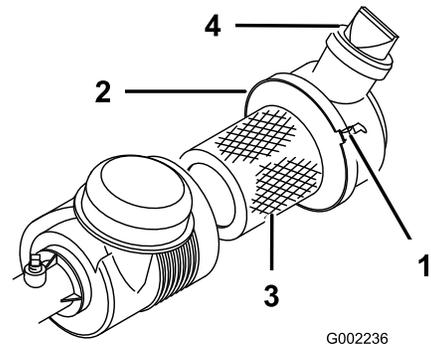

Figura 39
Inspeccione la carcasa del limpiador de aire por si hubiera daños, que podrían causar una fuga de aire. Compruebe que el tapón anti-polvo está firmemente sellado contra el limpiador de aire. Cambie la carcasa del limpiador de aire si está dañada. Apriete la válvula (Figura 39) antes de cada uso para limpiarla de polvo y residuos. Revise el filtro del limpiador de aire cada 100 horas.
3. Abra el enganche del limpiador de aire que fija la tapa del limpiador de aire a la carcasa del limpiador de aire (Figura 39) y separe la tapa de la carcasa.
7. Cierre los enganches (Figura 39).
4. Instale la tapa con la válvula orientada hacia abajo y cierre los enganches (Figura 39).